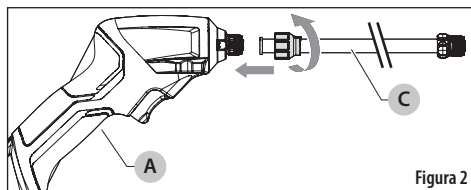

Figura 2
Conecte la varilla de extensión (C) en el atomizador eléctrico con varilla (A). Gire hacia la derecha para ajustarla. Vea la Figura 2